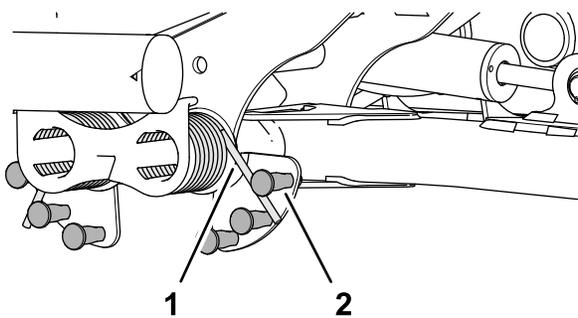

图 50
2. 将平衡压力弹簧的长端插入管或类似物体中然后将弹簧围绕带肩螺柱旋转至所需位置图 50。